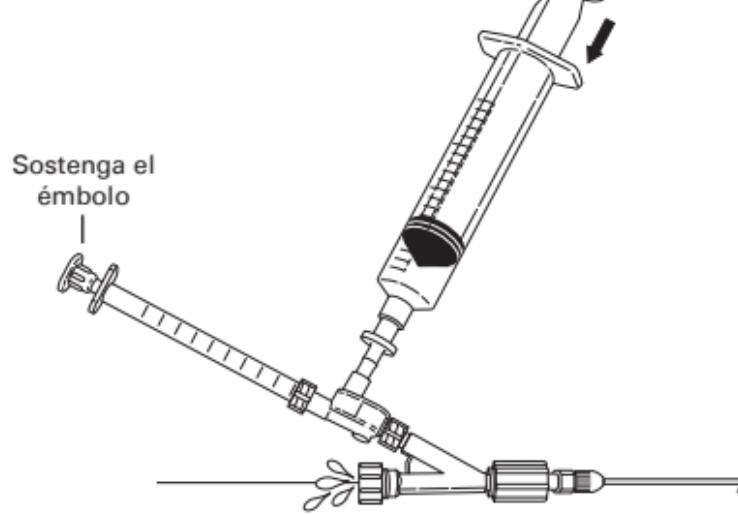

Fig. 6
8. Purgue todas las burbujas de aire restante. Para ello, mantenga fijo el émbolo de la jeringa de 1 ml y presione lentamente la jeringa de 20 ml para forzar la salida de las burbujas de aire restantes. Una vez eliminado todo el aire del sistema, apriete la válvula Tuohy-Borst alrededor de la punta oclusora. (Fig. 6)